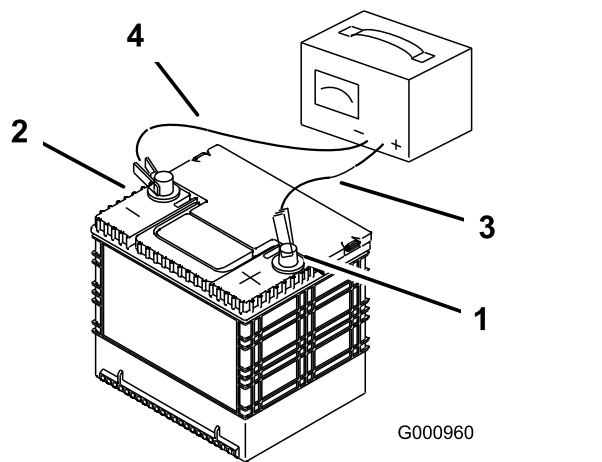

Figure 77
- 2. Quand la batterie est chargée au maximum, débranchez le chargeur de la prise, puis débranchez les fils du chargeur des bornes de la batterie (Figure 77).